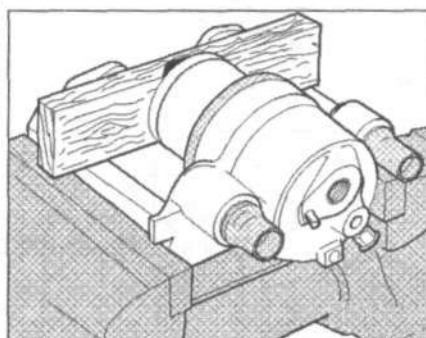

Рис. 11.21. Извлеките поршень из тормозного суппорта с помощью сжатого воздуха.
1. Извлеките поршень из тормозного суппорта с помощью сжатого воздуха (рис. 11.21). Установите деревянный брусок, чтобы избежать повреждения поршня.